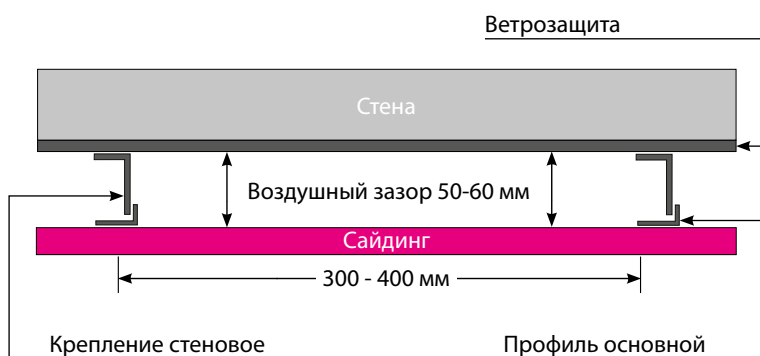

рис. 1
Сайдинг, софиты и доборные элементы монтируются на обрешетку. Обрешетка позволит: выровнять плоскость стены, организовать вентилируемый фасад и за счет вентиляции подфасадного пространства снижается тепловая нагрузка на виниловый сайдинг в жаркие солнечные дни. Для монтажа винилового сайдинга Grand Line® производителем рекомендуется использовать фасадную подсистему Grand Line. Для горизонтальной обшивки фасадная подсистема Grand Line монтируется вертикально, для вертикальной обшивки - горизонтально на расстоянии 300-400 мм по осям (рис. 1 и 2). Также профили устанавливаются полностью вокруг дверей, окон и других проемов, во всех углах и наверху и внизу зашиваемой поверхности. Чтобы создать ровную поверхность стены для обшивки и избежать волнистых поверхностей, обрешетка выравнивается при помощи стеновых креплений.
- ▷ смонтируйте обрешетку, используя фасадную подсистему Grand Line® (рис.1);